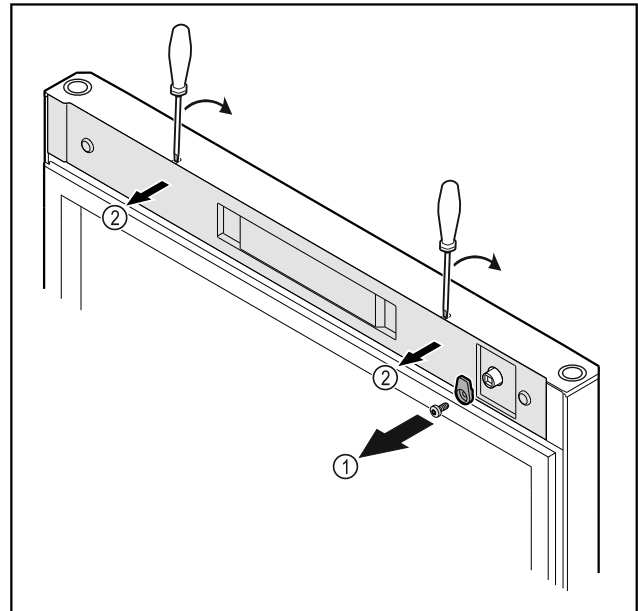

Fig. 16
- ▶ Atsukite uždarymo kabliuką Fig. 16 (1).
- ▶ Atfiksukite dengiamąją plokštelę Fig. 16 (1) mažu atsuktuvu ir nuimkite.